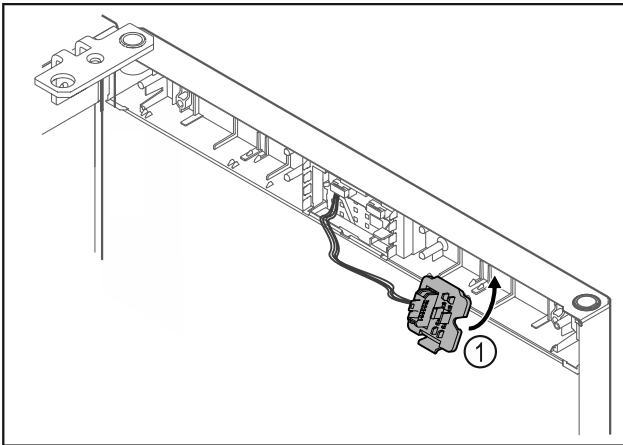

Fig. 23
- ▶ Paina pistokkeenpidin Fig. 23 (1) paikalleen vastakkaiselle puolelle.